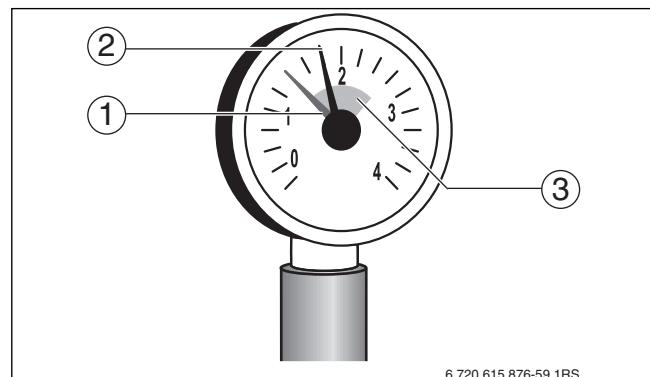

Рис. 5 Манометр для закрытых систем отопления
- ▶ Осторожно откройте водопроводный кран и медленно заполните отопительную систему. При этом наблюдайте за показаниями манометра (→ рис. 5, стр. 8).